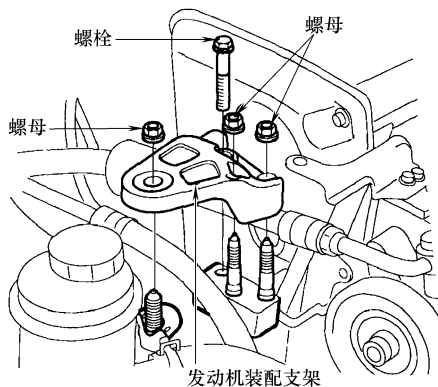

图 31-4 拆卸螺栓、螺母和发动机装配支架
- ② 如图 31-4 所示，拆卸螺栓、螺母和发动机装配支架。